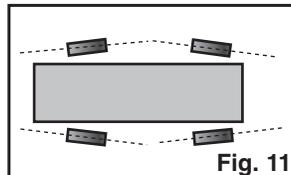

Fig. 11
**Nail-type Axles (BSA axles):** Place car on its side on a wood block covered by a soft cloth. Place a Wheel on an Axle and gently tap into groove with a hammer (Fig. 10). When installing Wheels, use a spacer between Wheel and car to ensure proper spacing (Fig. 11). It is also important to check camber, toe-in and toe-out. We recommend the PineCar Wheel Alignment Tool (P456) to simplify this process. Install Axles flush with bottom of car (Fig. 12).
**Essieux de Type Nail (BSA Essieux):** Placez la voiture sur le côté sur un bloc de bois recouvert d'un chiffon doux. Placez une roue sur un essieu et taper doucement dans la gorge avec un marteau (Fig. 10). Lors de l'installation Roues, utilisez une entretoise entre la roue et la voiture pour assurer un espacement approprié (Fig. 11). Il est également important de vérifier le carrossage, pincement et le bout-dehors. Nous recommandons l'outil d'alignement de roue PineCar (de P456) pour simplifier ce processus. Installez Essieux affleurement avec le bas de la voiture (Fig. 12).